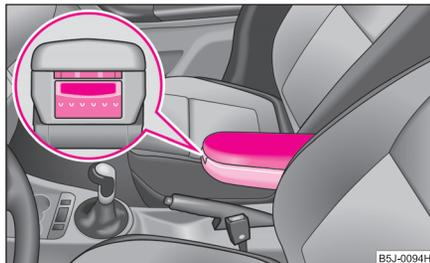

Abb. 85 Armlehne:
- Zum Klappen der Armlehne die untere Taste an der Stirnfläche der Armlehne drücken ⇒ Abb. 85. Klappen Sie die Armlehne vor und lassen Sie die Taste wieder los.